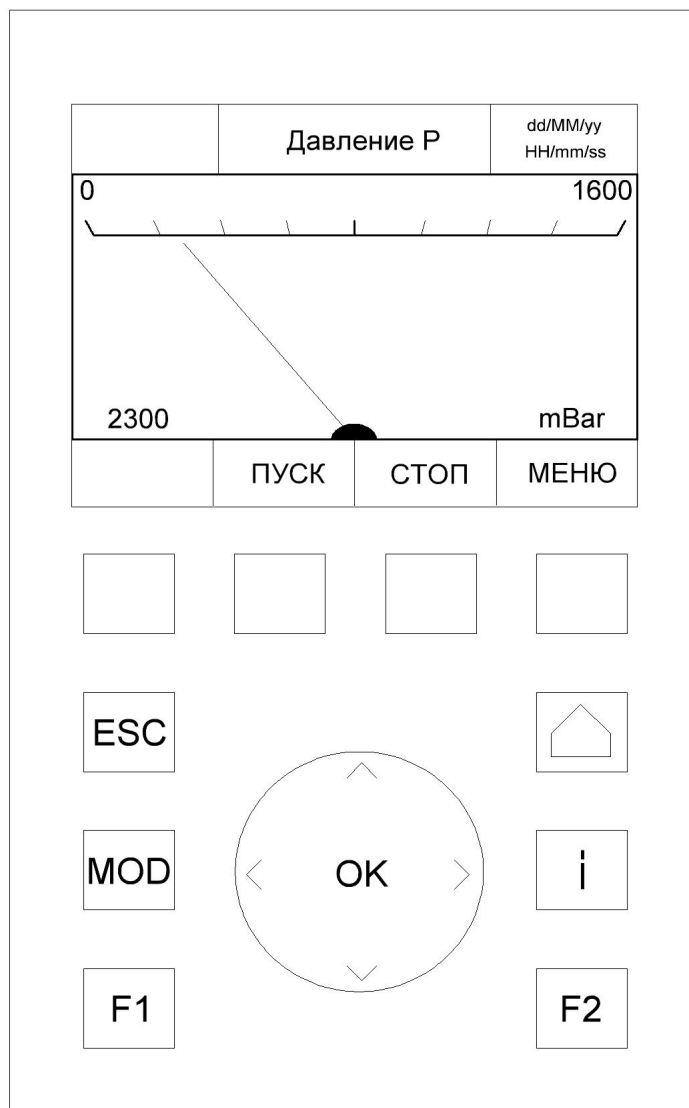

Рис. 2 Органы управления и индикации графической панели управления.
3.2 Органы управления и индикации графической панели стойки управления приведены на рис. 2
3.3 Назначение органов управления и индикации графической панели стойки управления, указанных на рис.2, приведены в таблице 3.
основное меню. Основное меню панели разделяется на семь подменю “Установка давления”, “Мониторинг давления”, “Мониторинг насосов”, “Мониторинг аварий”, “Установка время/даты”, “Управление” и “Конфигурация ”которые могут быть выбраны при помощи органов управления панели (Рисунок 2). Для возврата на один шаг назад необходимо нажать на кнопку “ESC ”. Для возврата в основной экран необходимо нажать на кнопку с символом домика. Нажатие на кнопку “i” даёт дополнительную информацию по выбранному подменю или параметру.